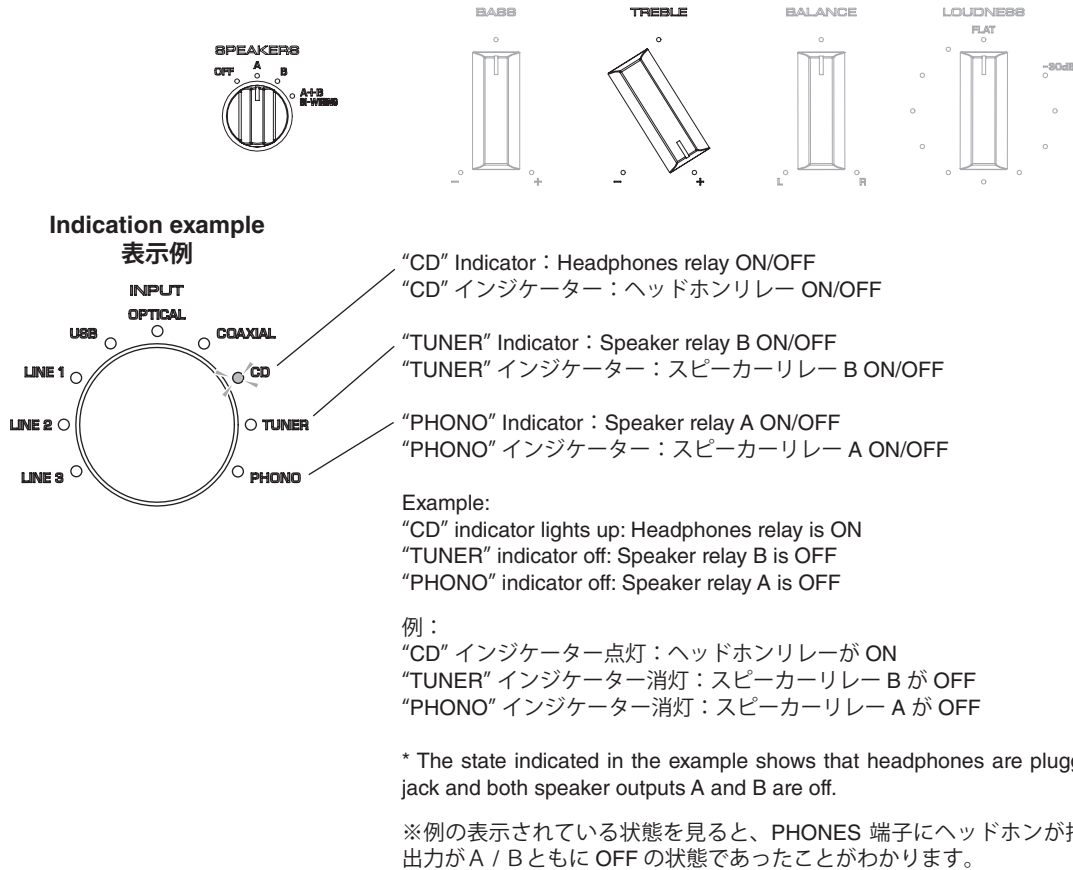

Fig. 15
Turn the "TREBLE" knob to "+" and the "SPEAKERS" knob to "A". (Fig. 15)
The ON/OFF states of speaker relays A/B (RY101 and RY102 on MAIN (1) P.C.B.) and the headphones relay (RY103 on MAIN (1) P.C.B.) when a protection function is activated are indicated using the "INPUT" indicators. (Fig. 15)
"TREBLE" のつまみを "+" の位置にして、"SPEAKERS" ツマミを "A" の位置にします。(Fig. 15)
プロテクションが働いた時のスピーカーリレーの A/B (MAIN (1) P.C.B. の RY101,RY102) およびヘッドホンリレー (MAIN(1) P.C.B. の RY103) の ON/OFF の状態が "INPUT" インジケーターを使って表示されます。(Fig. 15)